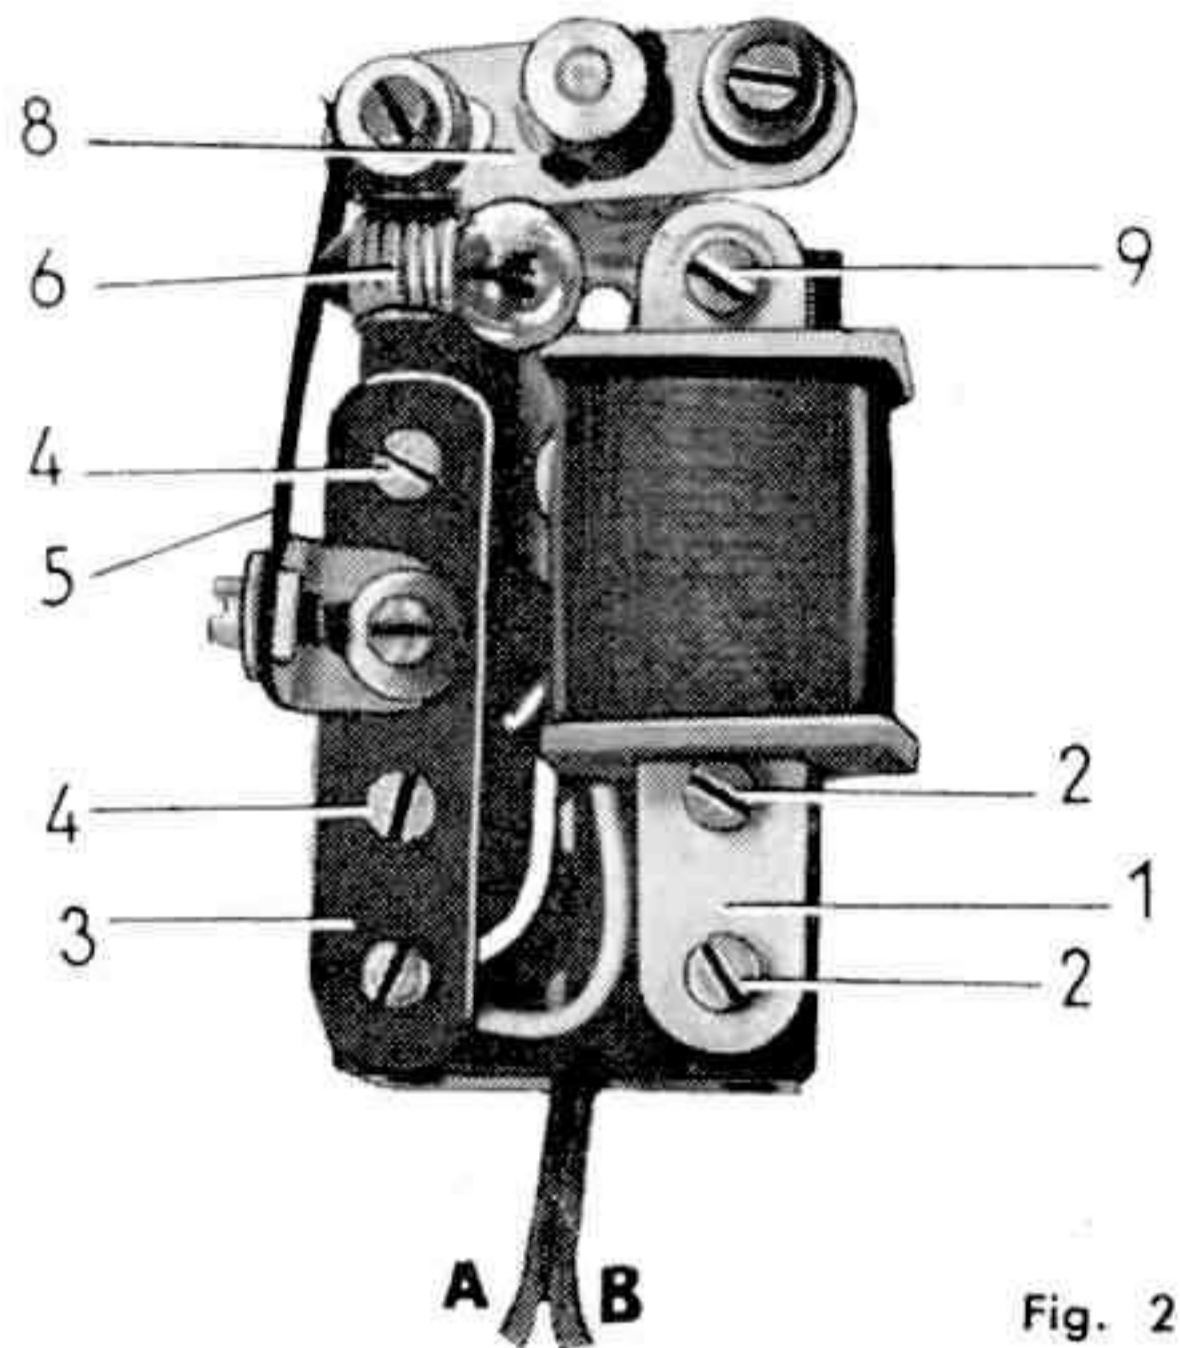

Fig. 2
Côté bobine, le bras de manivelle (8) porte 7 rondelles tenues par un boulon de 9,5 mm. Côté lampe, il porte une bague d'arrêt, tenue également par un boulon de 9,5 mm. Le dispositif est réglé de façon qu'en ordre de marche (fig. 2), la bague d'arrêt repousse légèrement l'extrémité de la lamelle (5) et l'écarte de la lampe.
*Montage et fonctionnement :* Un fil A est relié à l'équerre qui porte la lamelle (5). Un second fil B est relié à l'extrémité du bobinage, l'autre extrémité du bobinage revenant à la masse par le boulon (9). Les